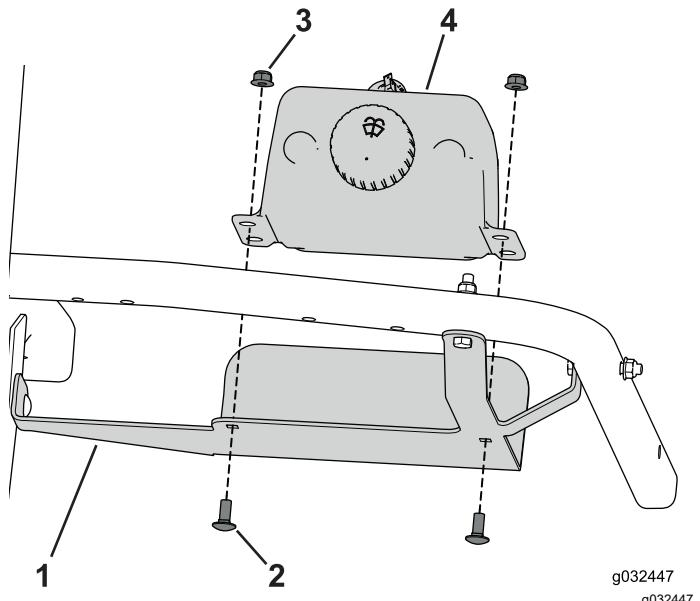

Figure 31
3. Fixez le réservoir de lave-glace au support à l'aide des 2 boulons de carrosserie (5/16 x ¾ po) et écrous à embase (Figure 31).